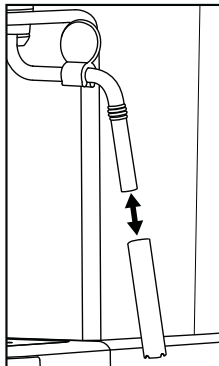

Figura 1
- 5) Sfilare l'involucro del montalatte **10** (Figura 1) e pulirlo accuratamente in acqua calda.
7) Far scorrere nuovamente l'involucro sull'ugello (Figura 1).